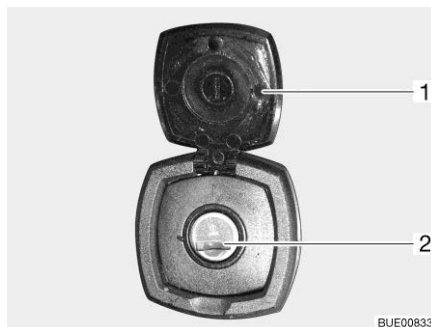

Bild 77 Lucklås, kvadratisk
- Öppna täcklucka (Bild 77,1).
- Stick in nyckeln i låscylindern (Bild 77,2) och vrid ett kvarts varv.